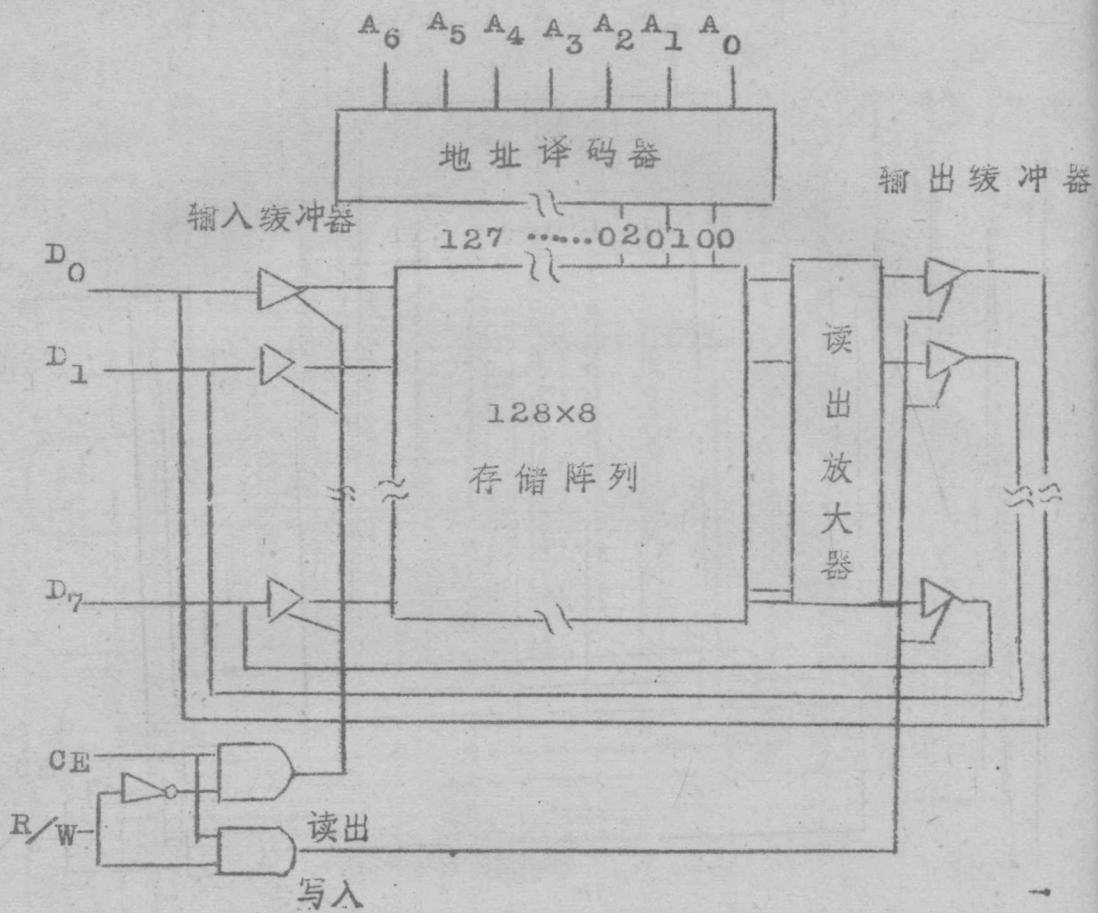

图 5—1. 有双向数据线的 RAM
由图 5—A 可见，读出信号及写入信号被片使能 (CE) 信号及 RW 线所控制。当这特定的存储器片子被选中时，CE 输入线变高。如 CE